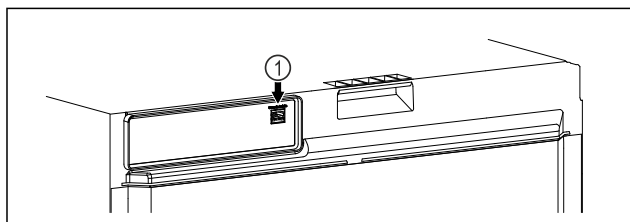

Fig. 101
- ❑ SmartModule Fig. 101 (1) встановлено.